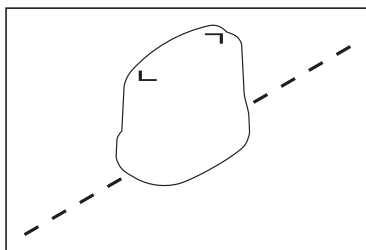

Fig. 23: Orientación del generador respecto a la tubería durante la inducción indirecta de señal
1. Posicione el generador con su eje longitudinal paralelo sobre la tubería que desea localizar (fig. 23).